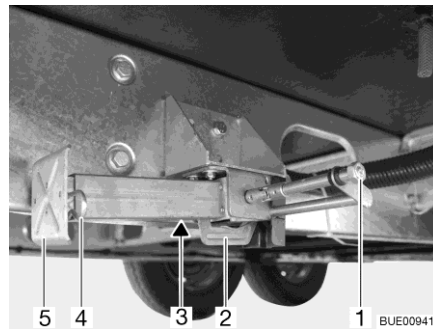

Fig. 40 Apoyo de elevación
- Colocar la llave de vaso en el hexágono (Fig. 40,1) y girarla hasta que el apoyo de elevación quede verticalmente hacia abajo.
- En caso de que la longitud del apoyo de elevación sea ajustable, extraer la clavija hendida (Fig. 40,4) de la prolongación del pie de apoyo (Fig. 40,5).
- Colocar la llave de vaso en el hexágono (Fig. 40,1) y girarla hasta que el apoyo de elevación esté de nuevo libre del suelo.
- Introducir totalmente la prolongación del pie de apoyo (Fig. 40,5) e introducir la clavija hendida (Fig. 40,4) en el orificio previsto para ello que hay en la prolongación del pie de apoyo.
- Girar el hexágono (Fig. 40,1) hasta que el apoyo de elevación se haya girado hacia arriba y la guía (Fig. 40,2) tenga contacto con el extremo de la ranura (Fig. 40,3).